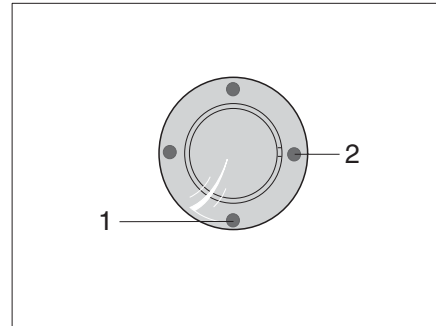
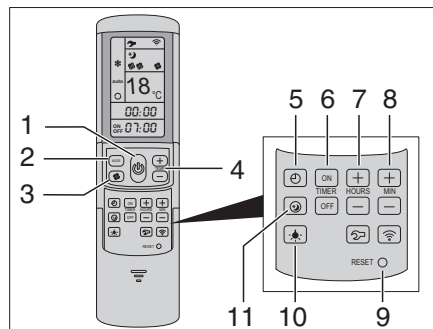

Bild 257 IR-Empfänger/Funktionsanzeige
Bild 258 Fernbedienung
Die Klimaanlage ist auf dem Dach des Fahrzeugs angebracht. Die Fernbedienung (Bild 258) für die Klimaanlage befindet sich im Küchenbereich.
- Fahrzeug an die 230-V-Versorgung anschließen. Die Klimaanlage ist betriebsbereit. Die blaue LED (Bild 257,1) leuchtet.
- Zum Einschalten die Taste (Bild 258,1) auf der Fernbedienung drücken. Die blaue LED (Bild 257,1) blinkt.
- Die gewünschte Betriebsart mit der Taste MODE (Bild 258,2) einstellen.
- Bei Bedarf mit der Taste (Bild 258,3) die gewünschte Gebläsestufe und mit den Tasten (Bild 258,4) die Raumtemperatur einstellen.
Ist die auf der Fernbedienung eingestellte Temperatur erreicht, erlischt die blaue LED (Bild 257,1), der Kompressor schaltet ab und das Umluftgebläse läuft weiter.
- Zum Ausschalten die Taste (Bild 258,1) auf der Fernbedienung erneut drücken.
- Zum Programmieren die Klimaanlage mit der Taste (Bild 258,1) auf der Fernbedienung einschalten.
- Mit der Taste (Bild 258,2) die gewünschte Betriebsart und mit den Tasten (Bild 258,4) die Raumtemperatur einstellen.
- Mit den Tasten (Bild 258,6) die gewünschte Funktion auswählen:
- Mit den Tasten (Bild 258,7 und 8) die gewünschte Schaltzeit wählen (15 Minuten bis 24 Stunden).
- Einstellung mit den Tasten "ON" oder "OFF" (Bild 258,6) bestätigen.